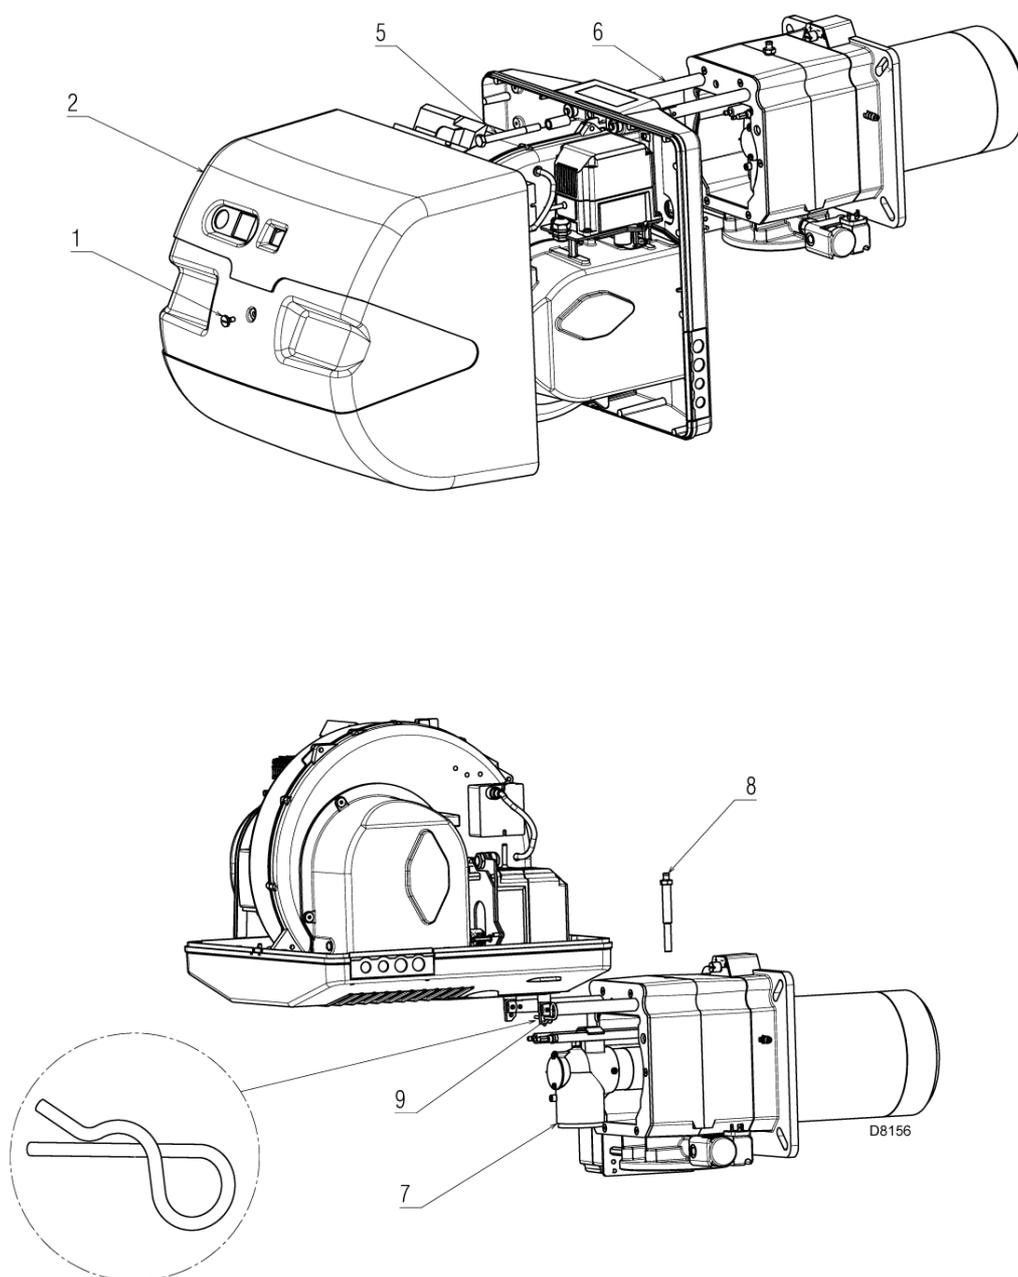

Рис. 39
Если вы не уверены, снимите колесо (7) (рисунок 39).